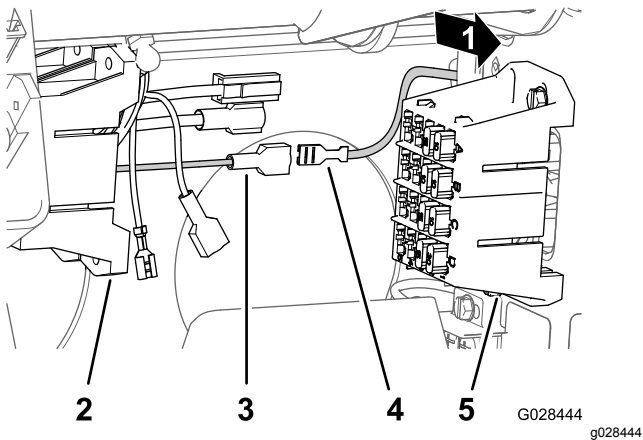

図 23
4. 車両用のヒューズブロックの黄色い電源線の端部についている絶縁されていないソケット端子と、スプレーヤの配線用のヒューズブロックの黄色いオプション電源線の端部についている絶縁されたブレード形の端子を探し出す (図 23)。
5. 車両ヒューズブロックの絶縁されていないソケット端子を、スプレーヤのヒューズブロックの絶縁されたブレード形の端子に接続する (図 23)。